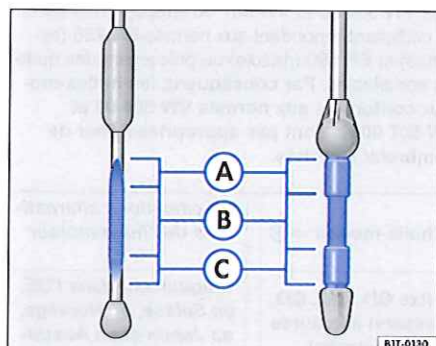
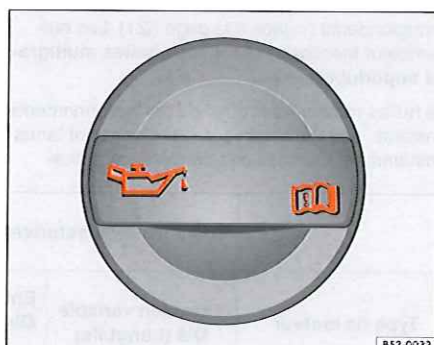

Fig. 191 Jauge d'huile avec repères du niveau d'huile-moteur.
Fig. 192 Dans le compartiment-moteur : bouchon de l'orifice de remplissage d'huile-moteur.
4. Identifiez l'orifice de remplissage du moteur et la jauge d'huile. Vous pouvez reconnaître l'orifice de remplissage d'huile-moteur grâce au symbole  figurant sur le couvercle \Rightarrow fig. 192 ainsi que la jauge d'huile grâce à la poignée de couleur. En cas de doute sur l'emplacement du bouchon et de la jauge d'huile, rendez-vous dans un atelier spécialisé.
7. Retirez de nouveau la jauge d'huile puis relevez le niveau d'huile-moteur sur la jauge \Rightarrow fig. 191 comme suit :
- (A) : **ne faites pas** d'appoint d'huile \Rightarrow ①. Poursuivez avec l'étape 15.
- (B) : vous pouvez faire l'appoint d'huile (environ 0,5 l). Poursuivez avec l'étape 8 ou 15.
- (C) : faites **impérativement** l'appoint d'huile (environ 1,0 l). Poursuivez avec l'étape 8.
9. Dévissez le bouchon de l'orifice de remplissage d'huile-moteur \Rightarrow fig. 192.
12. Relevez de nouveau le niveau d'huile-moteur sur la jauge avant de verser une nouvelle petite quantité d'huile-moteur. Ne versez jamais une quantité excessive d'huile-moteur \Rightarrow ①.
13. Une fois le remplissage effectué, le niveau d'huile-moteur doit atteindre au minimum le milieu de la zone \Rightarrow fig. 191 (B) sans toutefois jamais dépasser la zone (A) \Rightarrow ①.
En cas de sollicitation particulièrement élevée du moteur, par exemple en été lors de longs parcours sur autoroute, en cas de traction d'une remorque ou de franchissements de cols de haute montagne, le niveau d'huile-moteur doit se trouver dans la zone \Rightarrow fig. 191 **A**.